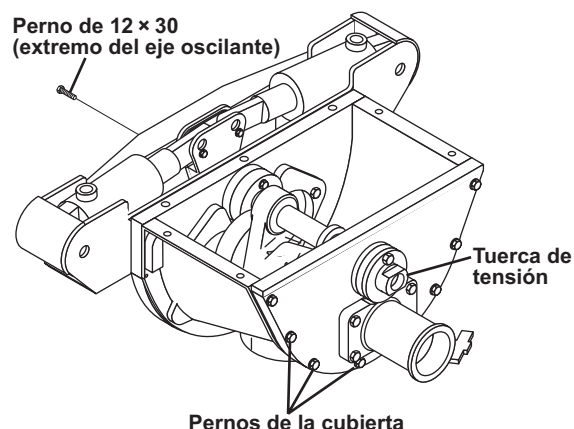

Figura 12
3. Afloje los ocho pernos de la cubierta un par de vueltas, pero no extraiga los pernos (Figura 12).